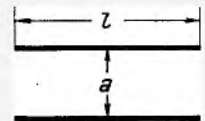

Bild 18. Zwei gerade, parallele Drähte
**Fall 7. Zwei gerade, parallele Drähte** (Bild 18)